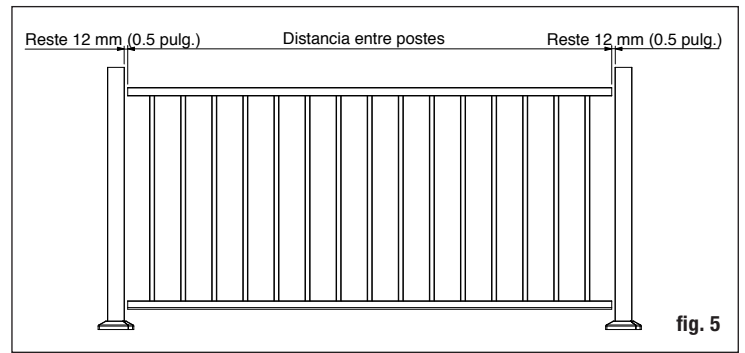

fig. 5
**Paso 2:** Corte 12.7 mm (1/2 pulg.) adicionales de ambos extremos (2.5 cm [1 pulg.] en total) para que el soporte quepa entre el barandal y el poste. Recorte los barandales superior e inferior a la longitud deseada (fig. 5).